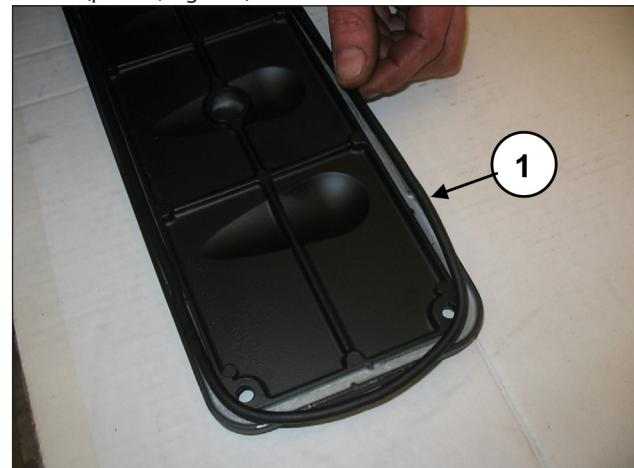
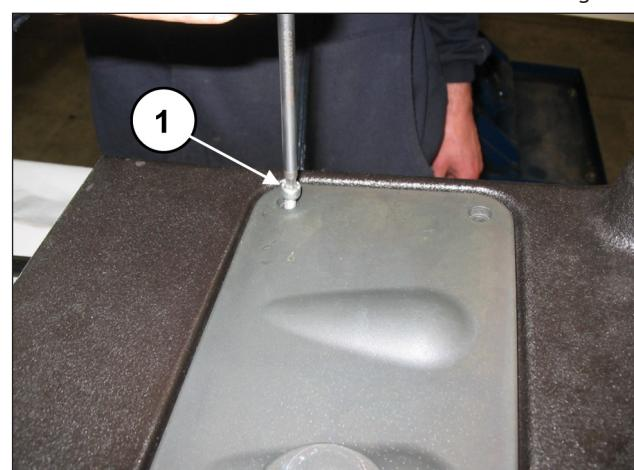

Fig. 99
Fig. 100
En las dos tapas de inspección, introducir la junta tórica (pos. ①, Fig. 99) y montar las tapas utilizando 4+4 tornillos M6x14 (pos. ①, Fig. 100).